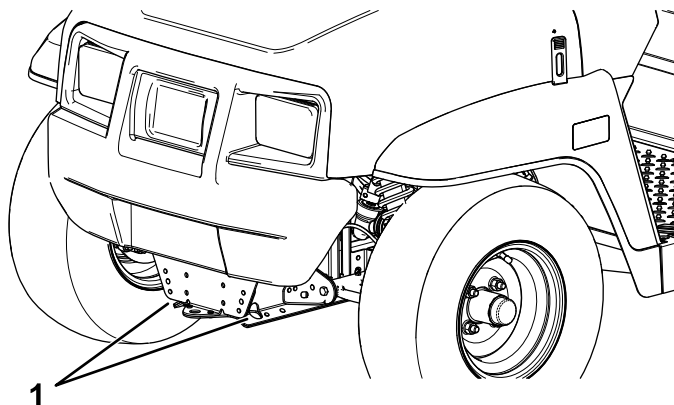
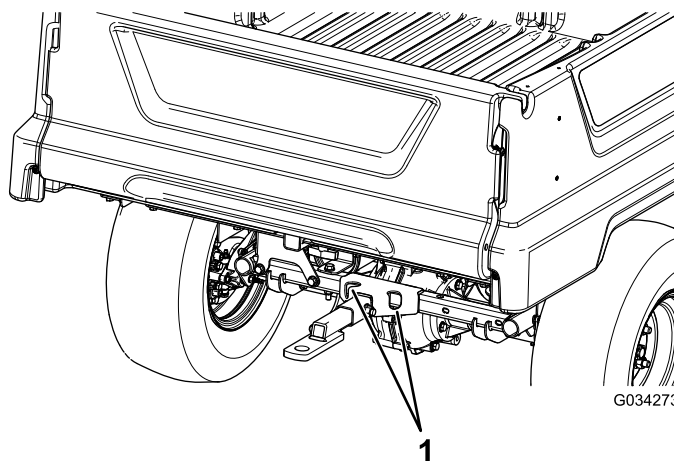

Figura 25
Figura 26
Consulte Figura 25 e Figura 26 para localizar os pontos de fixação da máquina.
2. Ate um cabo de reboque ao garfo, na parte dianteira do chassis da máquina (Figura 25).